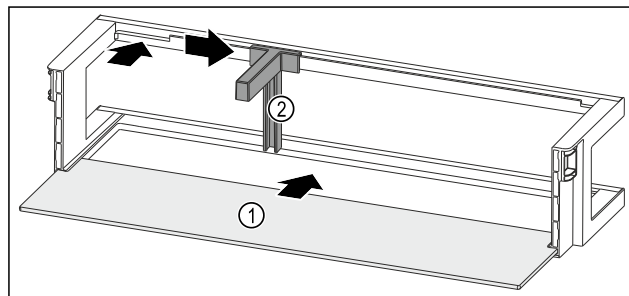

Fig. 53 Vratna polica z odlagalno polico
- ▶ Odlagalno polico Fig. 53 (1) vstavite v stranske utore.
- ▶ Vstavite držalo za steklenice Fig. 53 (2) v odprtino.
- ▶ Držalo za steklenice Fig. 53 (2) potisnite na stran do želenega položaja.